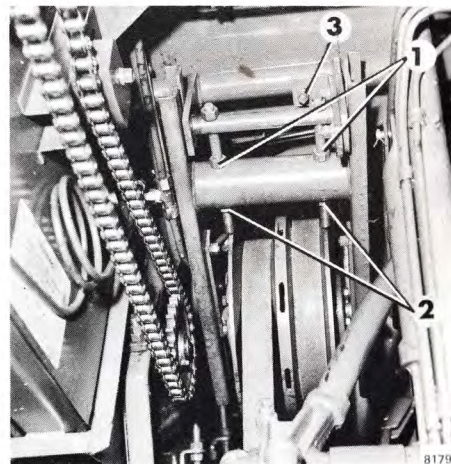
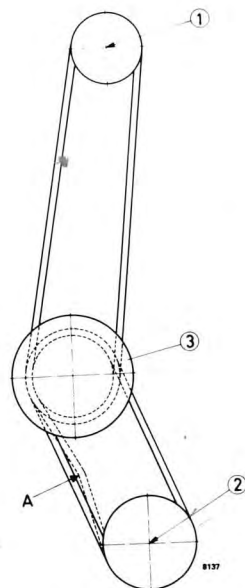

Bild 24.
Bild 25.
4. Lossa låsmuttrarna 1, bild 24 på spännskruvarna. Förskjut variatorn genom att justera med spännmutterna 2, högst två varv. Kör runt remmarna med startmotorn minst två varv och gör ny justering med spännmutterna högst två varv o s v, tills remmarna är rätt spända. Den nedre remmen skall med handkraft (en kraft av ca 13 kp) kunna böjas högst 20 mm. Bild 25.
5. Lås muttrarna på spännskruvarna. När justerskruvarnas hela längd utnyttjats kan spännanordningen flyttas framåt till nästa hål i variatorgaffeln. Justering av variatorns horisontalläge sker med ställskruven 3 bild 24 samt med spännmutterna 2.